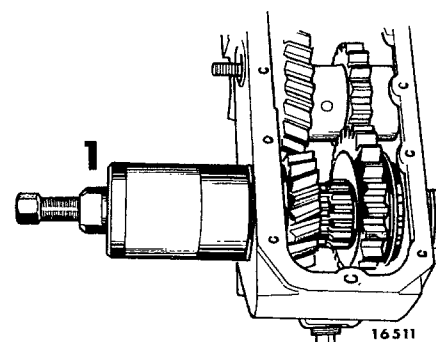

Fig 08-8. Demontering av lager
12. Dra av lagret, se fig 08-8.